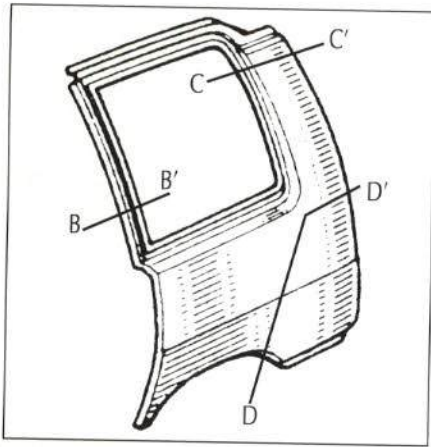

Figura 5.-Secciones parciales en la aleta trasera
- Con el fin de evitar el cambio de la aleta hasta el techo, puede efectuarse el corte por las zonas BB' y CC' (figura 5).